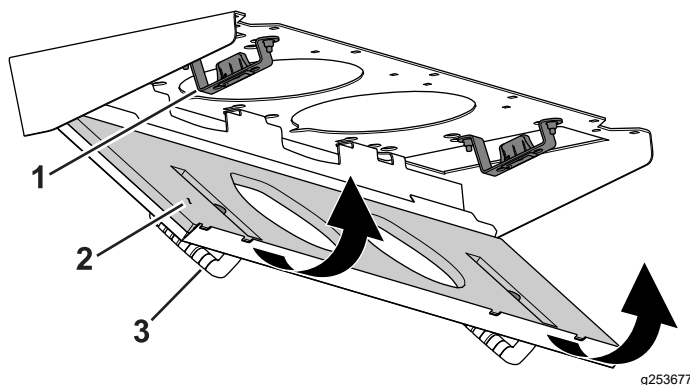

図 119
4. フィルタスクリーンを押し上げてスクリーンのラッチをラッチ取り付けアセンブリにロックする 図 119。